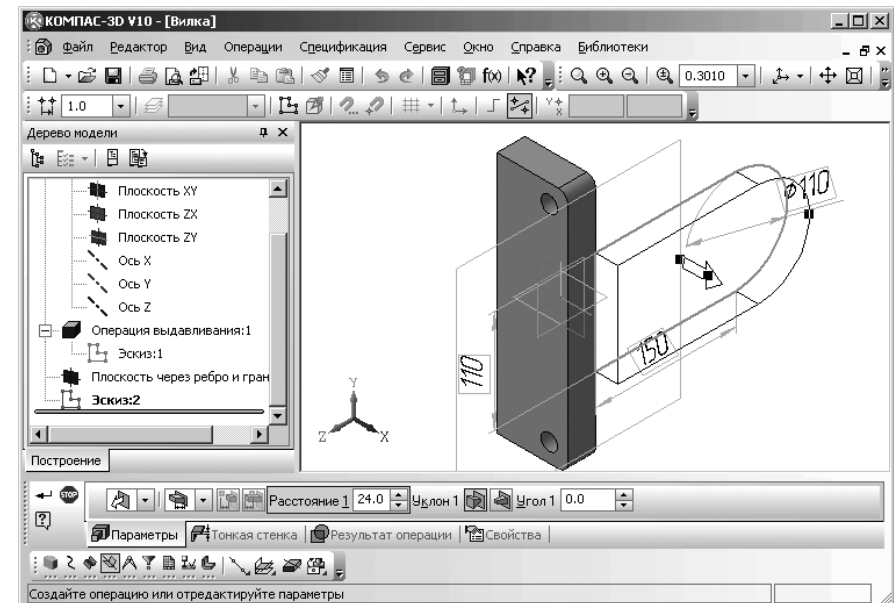

Рис. 3.62. Главное окно системы в процессе построения модели проушины
- нажмите комбинацию клавиш **Alt+1** для ввода расстояния выдавливания. Введите значение равным 24 мм и нажмите клавишу **Enter**. Фрагмент главного окна системы в этом режиме показан на рис. 3.62.